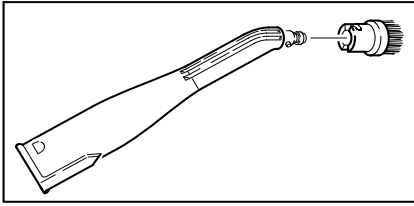

Bild 5
- Punktstrålmunstycket (D1) kan även användas med rundborsten (D2), (se bild 5). Stick på tillsatsens båda utsparningar på punktstrålmunstyckets låsningar och vrid medurs tills stoppet.